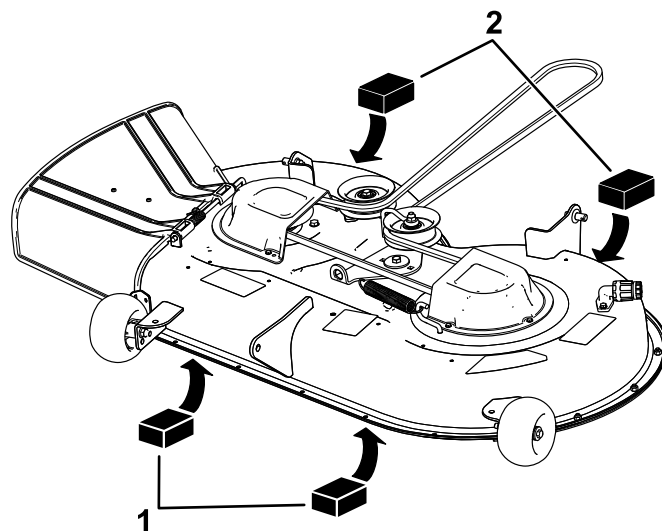

Figura 67
4. Coloque dos bloques de 6,6 cm de grosor debajo de cada lado del borde delantero de la carcasa, pero no debajo de los soportes de los rodillos protectores del césped (Figura 67).
5. Coloque dos bloques de 7,3 cm de grosor debajo del borde trasero del faldón de la carcasa de corte, uno en cada lado de la carcasa de corte (Figura 67).